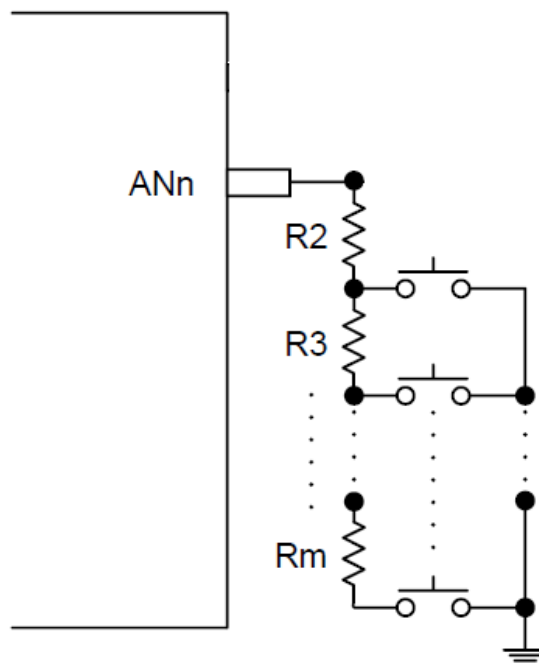

Figure 16-3 ADC 按键输入串联电阻应用参考图
6. 如果 Figure16-3 中的某个键被按下, 端口上就会有一个电压值, 当这个电压值小于 4.2V (@VDD=5V) 时, AMWIF 标志位会被拉高。芯片也会从省电模式醒来, 同时进入 ADC 中断服务程序, 软件清零 AMWIF 标志;